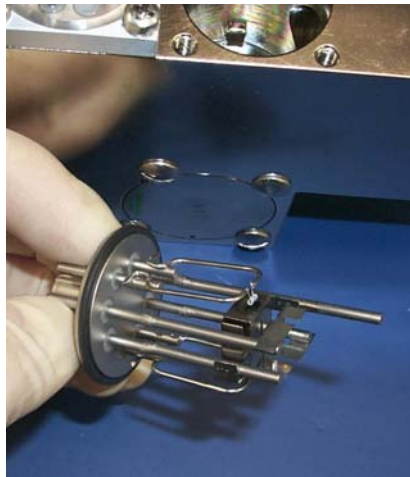
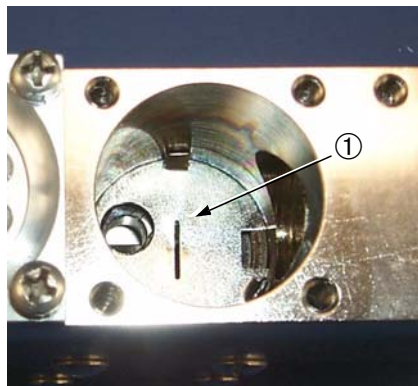

Figura 4-13 La Fuente de Iones
Figura 4-14 Cavidad de la Fuente de Iones
3. Examine la fuente de iones (Figura 4-13) y la cavidad (Figura 4-14) por si hay depósitos y decoloración. Cuando el examen se ha completado, deséchela adecuadamente o devuélvala a Vacuum Technologies para su intercambio.
4. Observando la cavidad de la fuente de iones (Figura 4-14) verá la placa ranurada de tierra ①.
8. Examine la fuente de iones (Figura 4-13 en página 4-15) y la cavidad por si hay depósitos y decoloración. Si está descolorida o sucia póngase en contacto con el Servicio al Cliente de Vacuum Technologies al 1-800-8VARIAN.